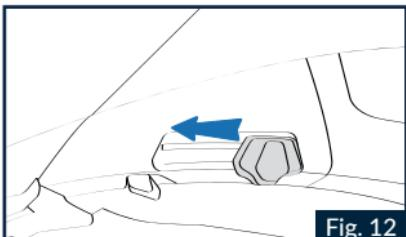

Fig. 12
1.1 Pour activer le VPS, actionner le curseur comme le montre la Fig.12, jusqu'à ce qu'on entend le déclic confirmant le positionnement souhaité du VPS.
3.1. Ouvrir la mentonnière du casque et baisser complètement le VPS (voir les instructions précédentes). (Fig.12).
4.1 Ouvrir la mentonnière du casque et actionner le curseur latéral jusqu'en fin de course (voir les instructions précédentes) (Fig. 12).